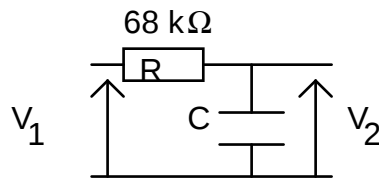

figure 2
A.3 Le filtre le plus simple est proposé en figure 2, calculer sa transmittance complexe $\underline{T}$ puis son module T . En déduire la valeur de la capacité du condensateur pour qu'il réponde au critère précédent.
A.4 Le signal est susceptible de varier brutalement, engendrant un saut de courant au niveau de la photodiode, provoquant ainsi un saut de tension ; le montage présente une constante de temps $\tau = 30 \mu\text{s}$ et reste assimilable au circuit RC de la figure 2.